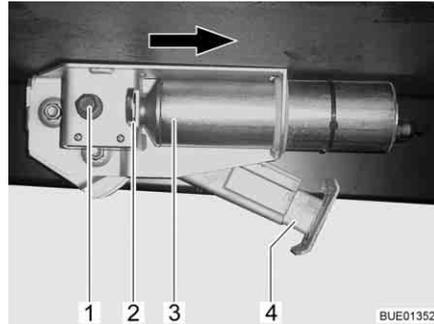

Bild 37 Elektrische Hubstütze am Fahrzeug
- Innerhalb von 2 Sekunden die Taste "Hubstütze ausfahren" (Bild 36,3) drücken und so lange halten, bis der Stützfuß (Bild 37,4) auf dem Boden aufliegt.
- Innerhalb von 2 Sekunden die Taste "Hubstütze einfahren" (Bild 36,1) drücken und so lange halten, bis der Stützfuß (Bild 37,4) komplett einfahren ist. Wenn die Hubstütze komplett eingefahren ist, ertönt ein Kontrollsignal.
- Sicherungsbügel (Bild 37,2) nach innen drücken.
- Motor (Bild 37,3) bis zum Anschlag in Pfeilrichtung verschieben.
- Die Hubstütze wie eine mechanische Hubstütze über den Sechskant (Bild 37,1) aus- bzw. einfahren.
Wenn die Störung behoben ist: Motor entgegen der Pfeilrichtung in die Ausgangslage schieben. Den Sicherungsbügel (Bild 37,2) bis zum Einrasten herausziehen.